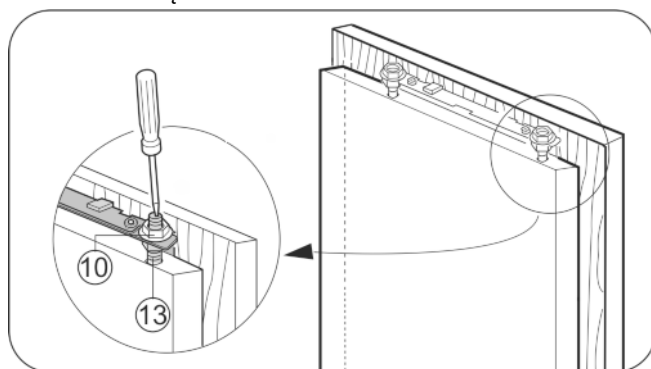

Fig. 30
- ▶ Dokręcić nakrętki zabezpieczające Fig. 30 (10) za pomocą klucza sześciokątnego 13, przytrzymując przy tym śrubokrętem sworznie regulacyjne Fig. 30 (13).